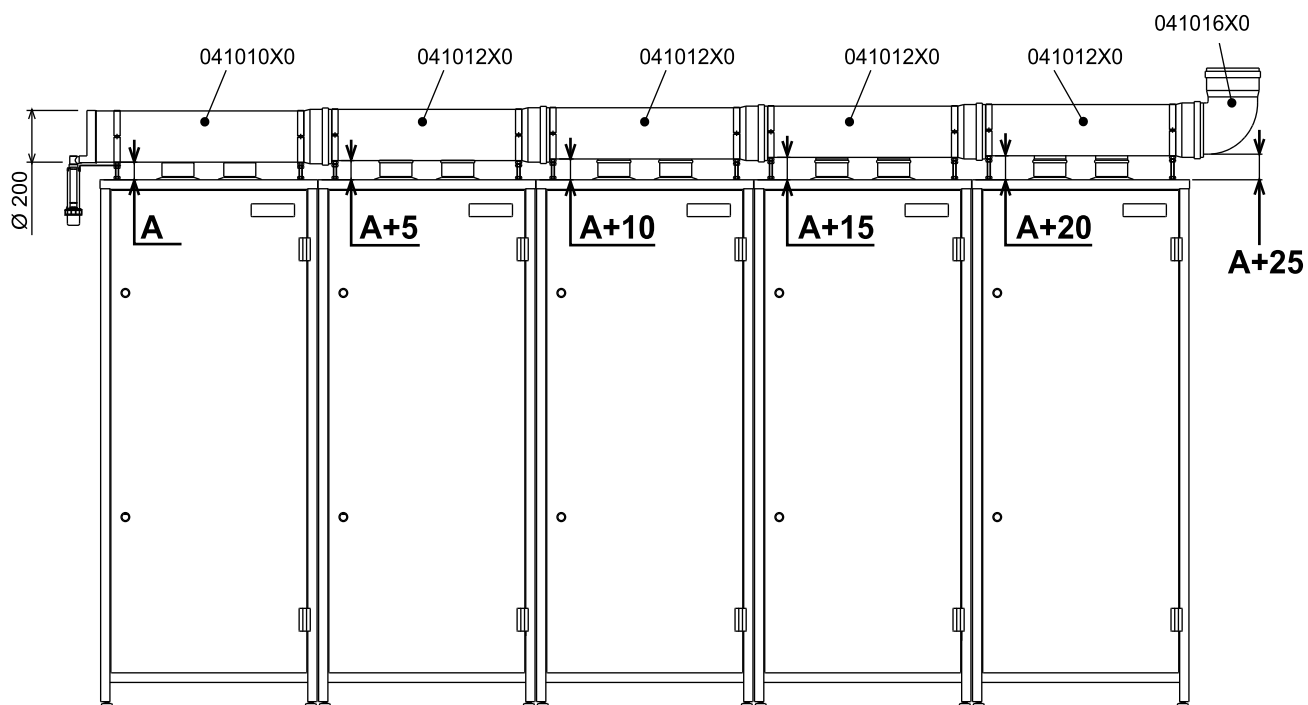
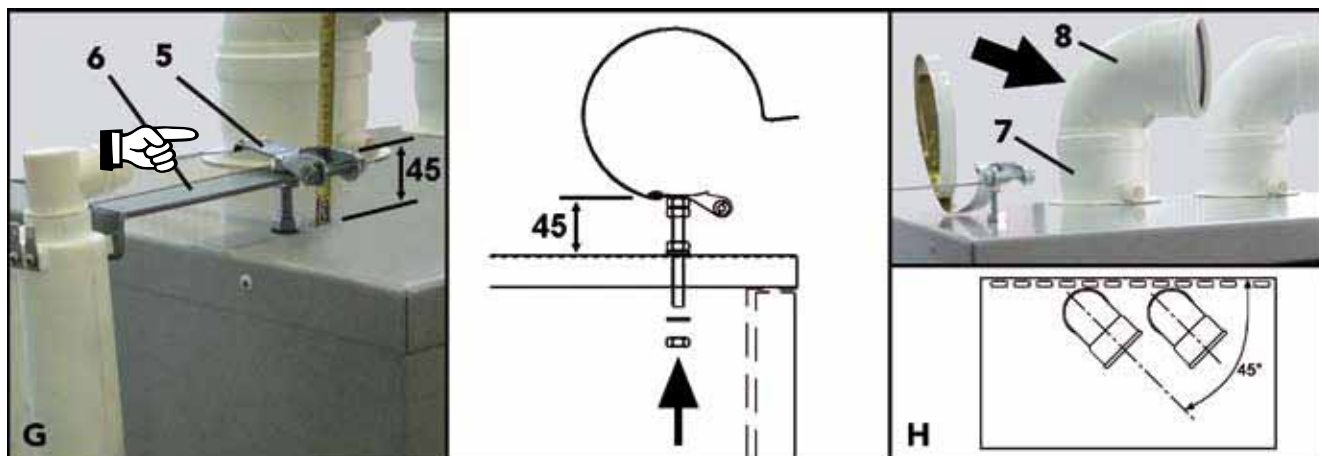

Рис. 26 Установка 5 модулей
Рис. 29
- G Установить крепежные фланцы коллекторов «5», используя для этого отверстия в верхней части модулей. Первый кронштейн на первом модуле должен находиться на отметке 45 мм. (см. деталь «G» рис. 29). Это расстояние на каждом последующем модуле должно увеличиваться на 5 мм, чтобы таким образом обеспечить уклон коллектора дымовых газов, как показано на рис. 26. Во фланец первого модуля вставить кронштейн сифона конденсатоотводчика (дет. 6).
- H Установить на патрубки «7» отводы под 90°, дет. «8», расположив их под углом 45° относительно самого модуля (см. дет. «H» рис. 29). В случае модуля ECONCEPT 51/51i использовать только один отвод под 90° и заглушку из комплекта основного коллектора.